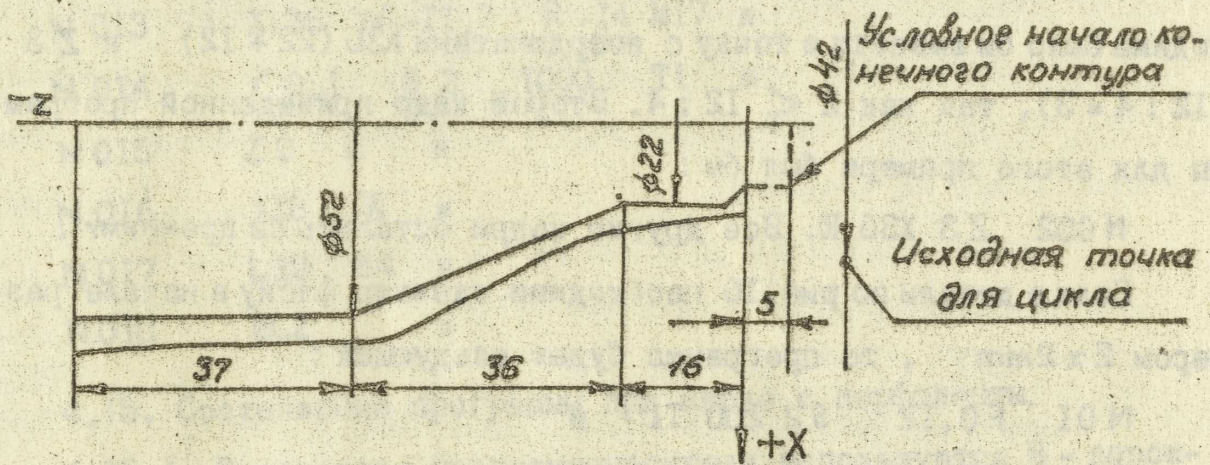

Рис. 16
4.14.13. Пример программы с применением цикла L09 к чертежу детали (рис. 16). Максимальное отклонение заготовки от готовой детали составляет 5 мм по торцу и 12 мм по диаметру, поэтому перед циклом инструмент необходимо ввести в точку с координатами Z 5 ($0 + 5 = 5$), X 42 ($22 + 4 \times 5 = 42$), так как $5 > 12 : 4$.
Если в детали по рис.16 необходимо сделать фаску в начале размером 2 x 2 mm, то программа будет следующей: